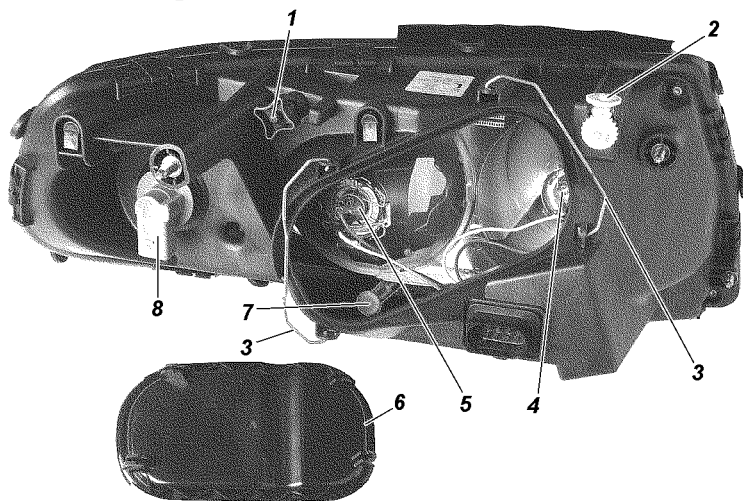

Рис. 9.41. Фара:
3. Включите ближний свет фар и, поочередно закрывая каждую фару, вращением регулировочного винта 1 (рис. 9.41) и регулировочной шестерни 2 добейтесь, чтобы светотеневая граница слева от точек Е и Е' совпала с линией 1, а справа - с линиями 2 и 2' для левой и правой фар соответственно. Точки перелома светотеневой границы должны совпадать с точками Е и Е'.
Замена ламп фар. Для замены лампы указателей поворота снимите колодку с патрона 8 (см. рис. 9.41), поверните патрон по часовой стрелке (для правой фары) или против часовой стрелки (для левой фары) и выньте патрон в сборе с лампой.